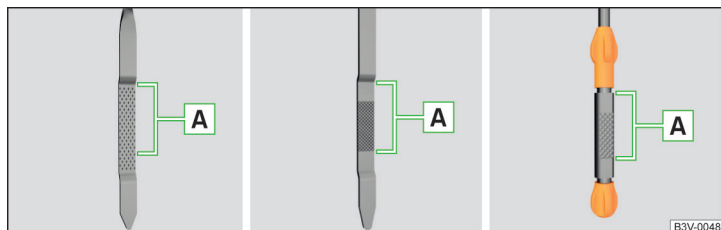

Fig. 310 Variante de joje de ulei
Nivelul de ulei trebuie să se situeze în zona » fig. 310. Dacă nivelul de ulei este sub zona , completați ulei.
- Nivelul uleiului nu trebuie să fie în niciun caz în afara zonei » fig. 310 - în caz contrar există pericolul deteriorării motorului, precum și a instalației de evacuare a gazelor arse.